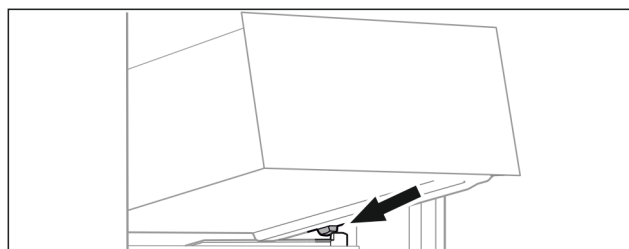

Fig. 67
- ▶ Nasad'te zásuvku šikmo za zarážky na žebrování na nádoby. (viz Fig. 67)